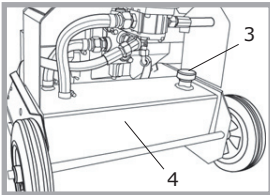

Abb. 3
Der Hydrauliköltank (siehe Abb.3) befindet sich im Fußteil des Holzspalters. Der Öltank (4) wird vom Werk mit Hydrauliköl gefüllt. Wenn der Holzspalter beim Transport sehr weit nach hinten gekippt wird, ist darauf zu achten, dass aus dem Einfüllstutzen (3) Öl austreten kann. Hydraulikölwechsel siehe Seite 17.